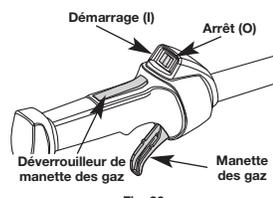

Fig. 20
REMARQUE : Il n'est pas nécessaire de faire démarrer la machine. La commande démarrage et arrêt est en position démarrage (I) en permanence (Fig. 20).